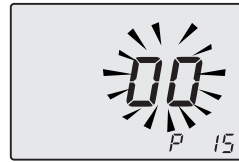

Figura 5.46
- Scorrere i vari parametri utilizzando i tasti 18 o 19 fino a far apparire sul display LCD le lettere **P15** e il valore del parametro, indicanti l'entrata nel "parametro 15" (Figura 5.46).